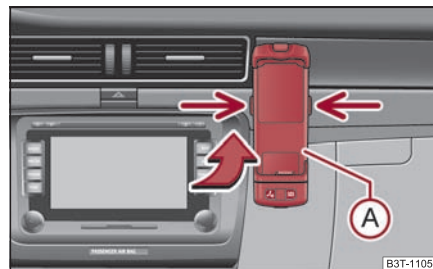

Fig. 153 Preparación universal para el teléfono
- Introducir primero el adaptador (A) en el soporte en sentido de la flecha ⇒ fig. 153 hasta el tope. Presionar ligeramente el adaptador hacia abajo hasta que se enclave de modo seguro.
- Montar el teléfono en el adaptador (A) (según las instrucciones del fabricante).
- Presionar al mismo tiempo los enclavamientos laterales del soporte y sacar el teléfono con adaptador ⇒ fig. 153. ■